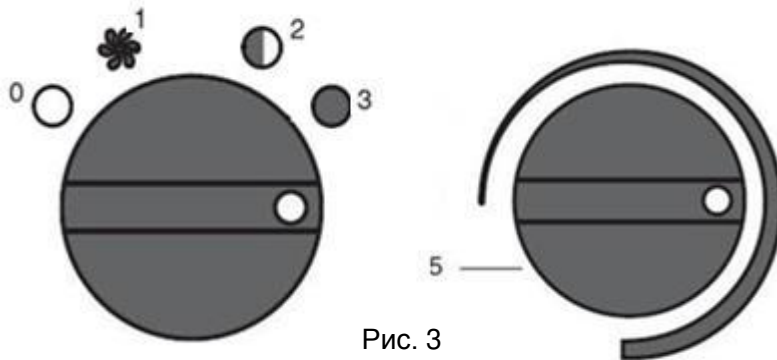

Рис. 3
3.4. Для включения моделей QE-2000E, QE-5000E, QE-9000E, QE-15000E, QE-24000E, QE-36000E переведите переключатель из положения 0 в положение поз.1 рис.3, при этом начинает работать вентилятор, но нагрев не осуществляется. Чтобы включить прибор в режиме обогрева, необходимо выполнить следующие действия
Рукояткой 5 рис.3 установите температуру нагрева окружающего воздуха. Шкала регулировки является относительной. В положении МИН регулятора 5 температура минимальна, в положении МАКС — максимальна. Установите регулятор 5 в положение, при котором температура окружающей среды является для вас комфортной. При достижении заданной регулятором 5 температуры, нагрев ТЭН будет отключен, прибор продолжает работать в режиме вентиляции. Если температура окружающего воздуха упадет, ТЭН включится на нагрев. Таким образом, происходит автоматическое поддержание температуры окружающего воздуха. При необходимости можно подрегулировать температуру в любой момент.